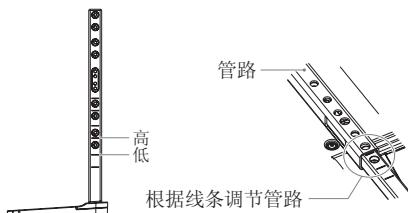

图 1
- 立柱上的线条是高度调节指示 (图 1)。请根据线条调节管路。